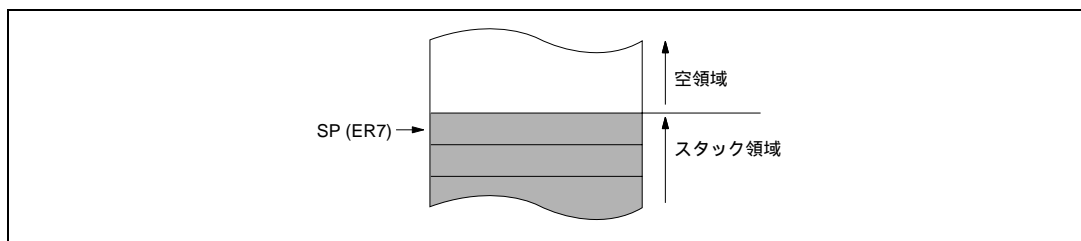

図 2.5 スタックの状態
汎用レジスタ ER7 には、汎用レジスタとしての機能に加えて、スタックポインタ (SP) としての機能が割り当てられており、例外処理やサブルーチン分岐などで暗黙的に使用されます。スタックの状態を図 2.5 に示します。